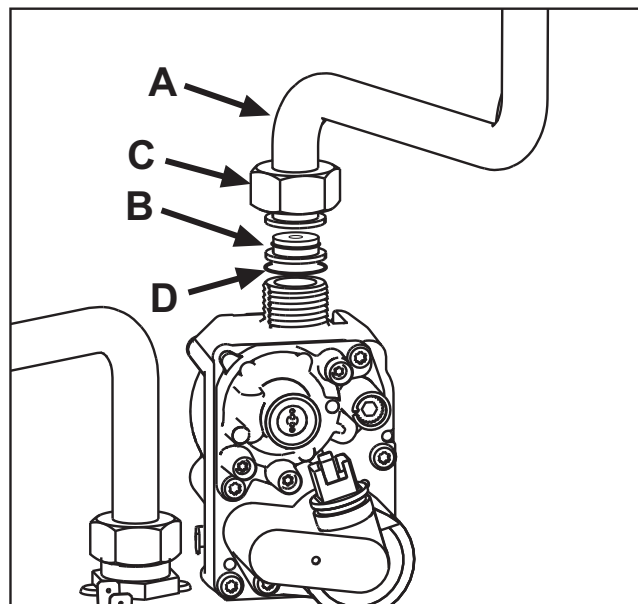

fig. 22
3. Desenroscar la tuerca C y desconectar el tubo A de la válvula del gas (fig. 22).
4. Sustituir el inyector B del tubo del gas por el que se incluye en el kit de transformación, interponiendo la junta D (fig. 22).